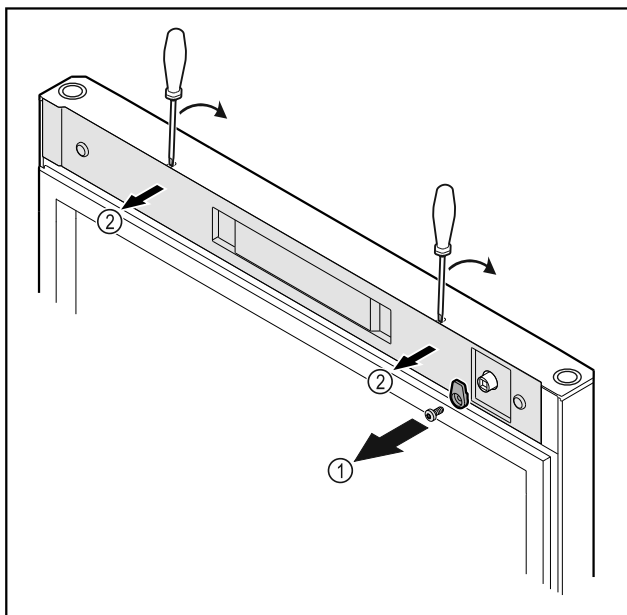

Fig. 18
- Odšroubujte petlici Fig. 18 (1).
- Uvolněte kryt Fig. 18 (1) malým šroubovákem a sejměte jej.